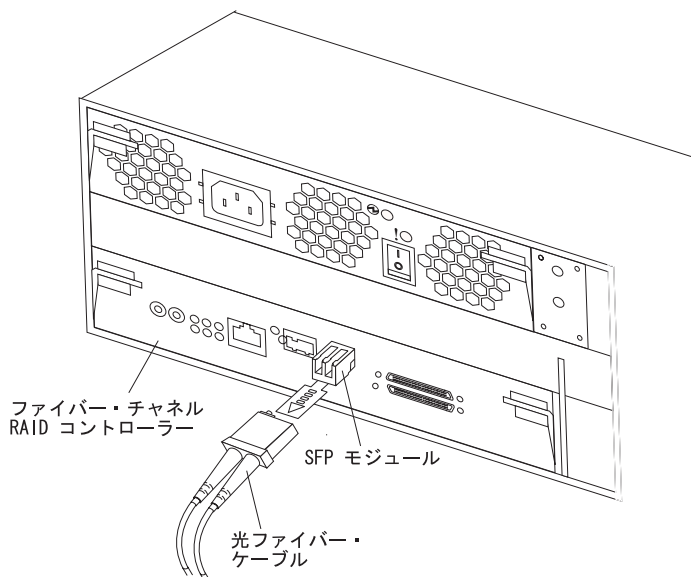

図 22. 取り付け済みの SFP モジュールへの光ファイバー・ケーブルの接続
3. 28 ページの図 22 に示すように、取り付け済みの SFP モジュールに光ファイバー・ケーブルを接続します。